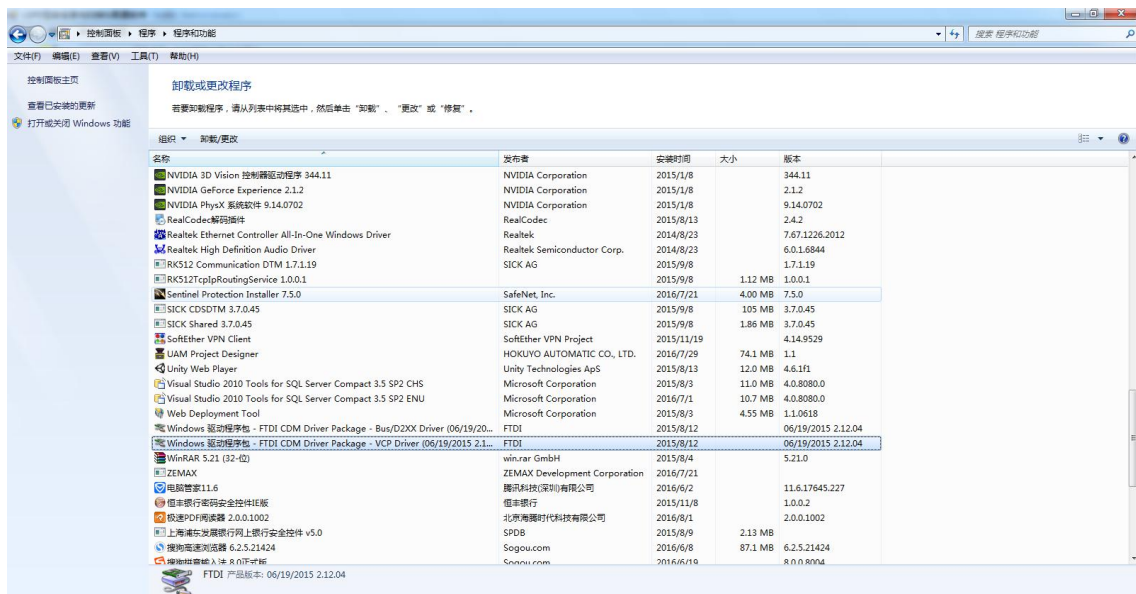

图 4.1 USB 驱动卸载
- (1) 关闭配置软件、扫描仪断电、重新插拔配置线、扫描仪上电。
- (2) 请在扫描仪上电启动完成后（典型值 10 秒），再点击建立连接。
- (3) 点击建立连接后，请选择正确的 COM 口。扫描仪对应的 COM 口查看方法，见 3.1.2 中步骤（8）。
- (4) 如果能找到扫描仪的 USB Serial Port（Com×）但是建立连接无响应，建议用户卸载 USB 驱动并重新安装。
- (5) 首先关闭配置软件、扫描仪断电、拔掉配置线，然后卸载 USB 驱动：从 windows 控制面板中的【添加/卸载程序】中分别卸载【Windows 驱动程序包-FTDI CDM Driver Package –Bus/D2XX (07/10/2015 2.12.06)】和【Windows 驱动程序包-FTDI CDM Driver Package –VCP Driver (07/10/2015 2.12.06)】，如下图 4.1 所示。